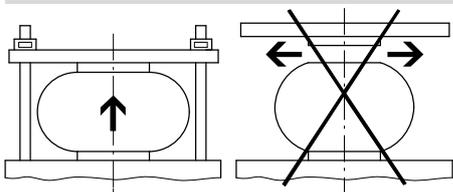

Fig. 2
- Убедитесь в том, что баллонный цилиндр не превышает максимальную высоту  $h_{max}$ . Пример Fig. 2.